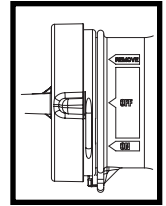

Figura 7
5. Antes de enjuagar, mueva el indicador de la tapa hacia la posición de "OFF" (apagado) para cerrar el suministro de jabón (Figura 7).